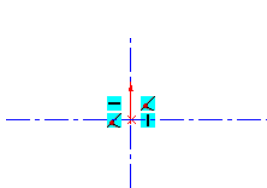

图 2.12.2 绘制中心线
Step2. 绘制中心线。选择下拉菜单    命令，在图形区绘制图 2.12.2 所示的中心线。